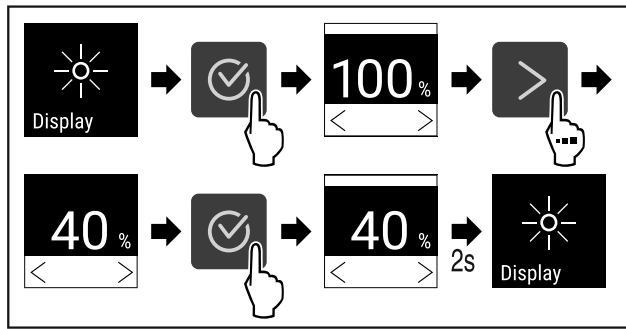

Fig. 101
- ▶ Atlikite veiksmus (žr. Fig. 101) .